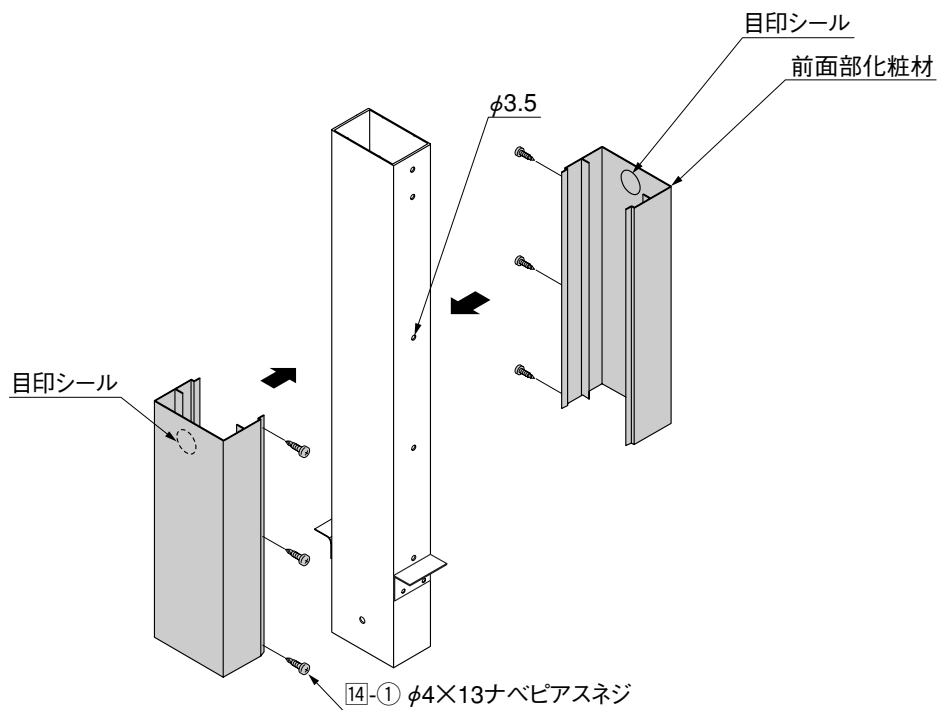

図2-2
- ① 位置出し用Lアングルの上に前面部化粧材を乗せて、φ3.5の下孔をあけてから14-①で固定してください。（図2-2参照）